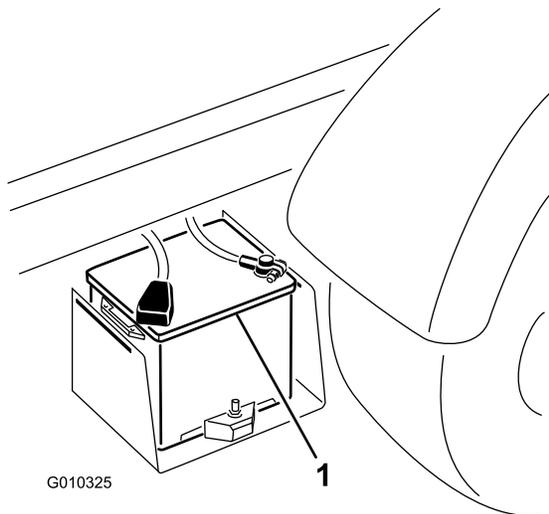

Figure 62
2. Raccordez un câble de démarrage entre les bornes positives des 2 batteries (Figure 62).